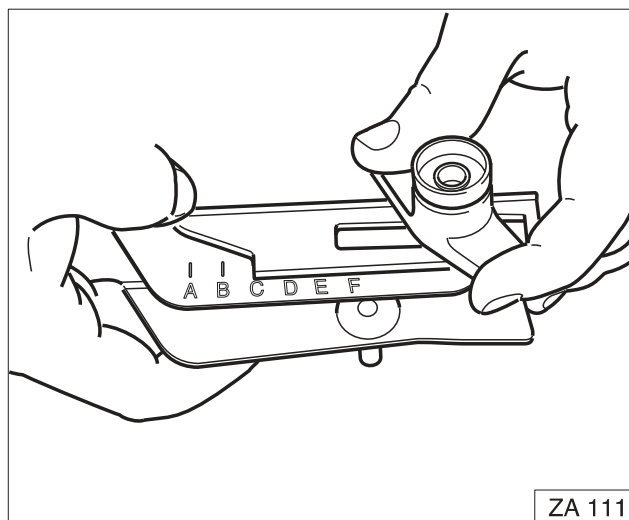

Fig. 34
- De bevestigingsbout van het uitschuifbare gedeelte van de kantstrooischoep (Fig. 34/1) met het binnenzeskant van de vleugelmoer (Fig. 34/2) losdraaien
- De afleeskant (Fig. 34/3) op de letter "E" (kantstrooien) of "E" (perceelrand strooien) (geldt alleen voor genoemd voorbeeld) van de schaal (Fig. 34/4) instellen en de vleugelmoer (Fig. 34/2) weer vast aandraaien